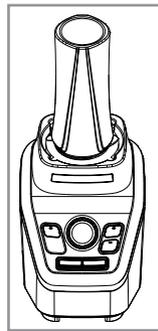

Figure 4
- Assujettissez l'ensemble du verre sur le socle-moteur. (Voyez la figure 4)